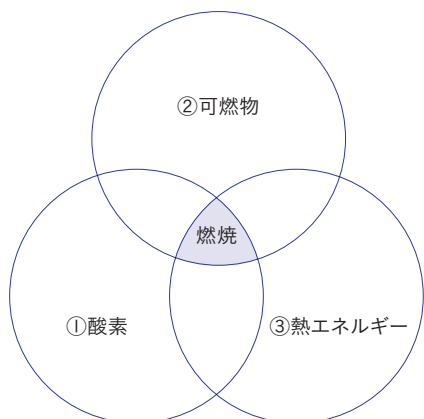

図1 燃焼に必要な3要素
昔、理科の時間に「燃焼の3要素」について学習したと思う。ものが燃えるためには、①酸素、②可燃物、③熱エネルギーの3つが必要である[図1]。このうち建築には、いつでも、どこにでも、酸素と可燃物がある。この2つに熱エネルギーが加わると燃焼となるが、この熱エネルギーを人がコントロールできるうちは、「火」はとても有用なものであり、かまど、いろり、薪ストーブ、たいまつなどにより、人が生活する上で必要な熱やあかりを得ることができる。